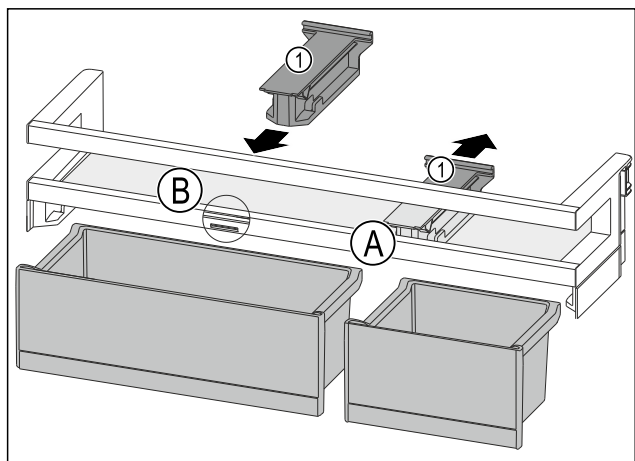

Fig. 109
- Držák Fig. 109 (1) v poloze Fig. 109 (A) stáhněte dozadu.
- Držák Fig. 109 (1) vložte v poloze Fig. 109 (B).